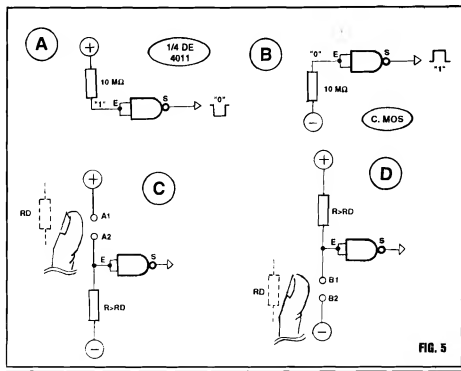

FIG. 5
- FIG. 5 - MAIS DADOS PRÁTICOS SOBRE OS VERSÁTEIS C.MOS. Um ponto que nunca deve ser esquecido (por isso mesmo repetimos tanto tal conceito...) é o que refere à super-elevada impedância de Entrada dos C.MOS, com o que a necessidade de Corrente para que elas "interpretem" corretamente os níveis ou "estados" digitais a elas aplicados, torna-se extremamente baixa... Como exemplo prático, observem o diagrama A da figura, onde juntamos as duas Entradas de um gate NAND (1/4 de 4011...) de modo a formar um bloco simples inversor (reveja a "Aula" passada, se já tiverem "esquecido"...). A Entrada E "verá" um nível "1" ou "alto", mesmo estando ligada ao positivo da alimentação através de um resistor de valor bastante elevado (no caso, 10M...). Mesmo a diminuta Corrente que "consegue atravessar" o resistor de 10M, no exemplo, é suficiente para determinar o desejado nível "alto" na referida Entrada, obtendo-se assim (pela ação inversora do bloco...) um nível "baixo" (ou "0"...) na respectiva Saída... No item B da figura, temos um exemplo inverso, com a Entrada do gate perfeitamente "aceitando" um consistente nível "baixo", mesmo estando ligada à linha do negativo da alimentação via resistor de elevados 10 milhões de ohms... Na verdade, os requisitos de Corrente nas Entradas são tão "próximos de nada", que mesmo "enfiteirando-se" - por exemplo - 10 resistores de 10M cada (maior valor comercial facilmente "encontrável"...), perfazendo um "baita" resistor de 100M, e ligando-o esse super-valor resistivo conforme exemplificam os diagramas A ou B da figura, teríamos **rigorosamente** o mesmo comportamento e "aceitação" dos níveis digitais...! É justamente graças a essa extrema sensibilidade de Entrada, que os gates C.MOS são facilmente utilizáveis para aplicações de sensoramento direto do toque de um dedo para comandos diversos...! Observem os dois diagramas, nos itens C e D da figura... Novamente exemplificando a "coisa" com um simples inversor "feito" pela unificação das duas Entradas de um gate NAND (1/4 de 4011...), notem que bastará "encostar" um dedo nos contatos